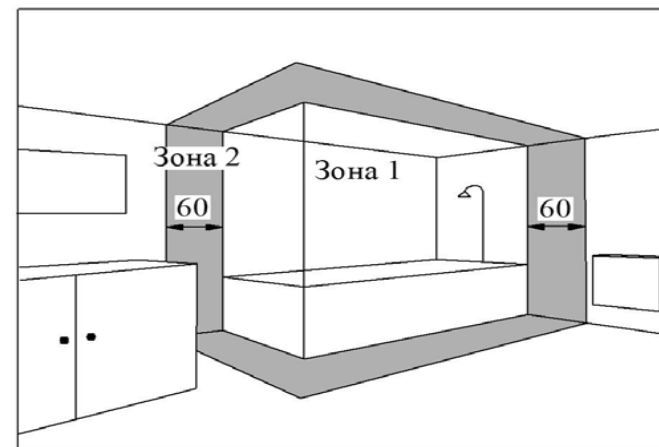

Рис.5
5.7. Конвектор в брызгозащищенном исполнении допускается устанавливать в ванных комнатах, душевых, бассейнах (рисунок 5). При этом установка конвектора запрещается: